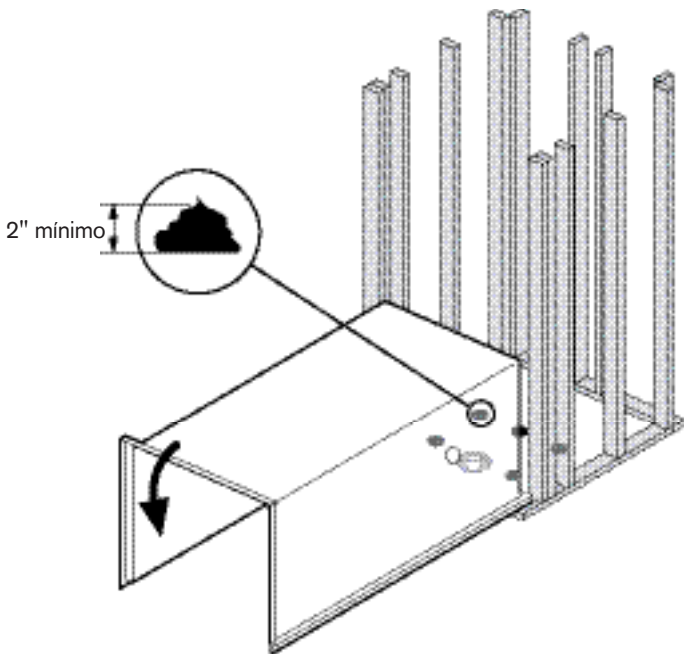

Figura 7
- 13** Coloque la unidad de ducha en la cavidad e inclínela hacia adelante para que el frente repose sobre el piso mientras usted aplica el lecho de lodo. Coloque porciones gruesas (mínimo 2" de alto) siguiendo el patrón que marcó en el piso. El lecho de lodo llenará el vacío para ayudar a soportar el plato. (Figura 7)